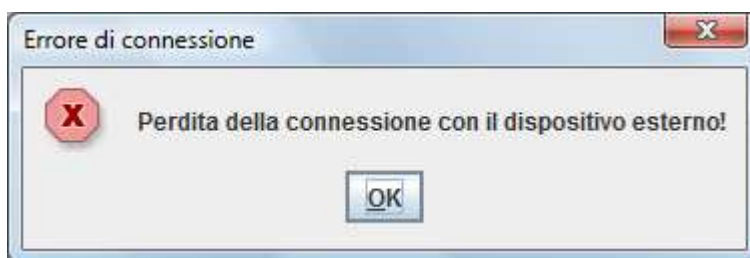

Fig. 13. MBS-MR – Perdita della connessione
- L'MBS-MR non può essere scollegato dal computer durante l'esecuzione delle prove, né il computer può essere spento o essere chiusa la sessione di lavoro. Qualunque di queste operazioni provoca la conclusione immediata della prova con perdita dei dati sino ad allora acquisiti e impostati. Se si verifica una delle eventualità appena descritte, viene aperto il box di errore "Errore di connessione" (fig. 13).